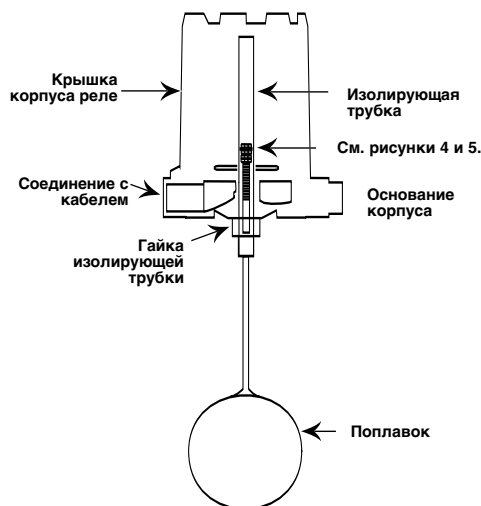

Рис. 3.
Вытяните провода через отверстие кабельного ввода в основании корпуса. См. **рис. 3**.
6. Снимите корпус реле в сборе, отпустив шестигранную гайку, расположенную под основанием корпуса. См. **рис. 3**.